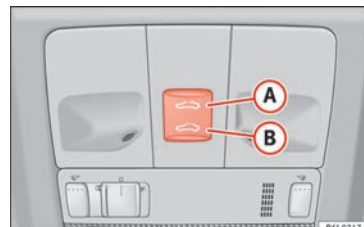

Fig. 9
- Åbning: Tryk på kontakten » Fig. 9 A en gang. Hold kontakten inde, indtil skydetaget har nået den ønskede position.
- Lukning: Tryk på kontakten » Fig. 9 B en gang. Hold kontakten inde, indtil skydetaget har nået den ønskede position.